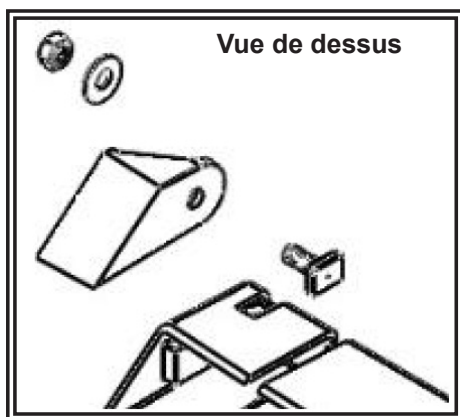

Figure 4
2. Installer le support de déflecteur comme indiqué à la figures 4 & 5. Serrer doucement l'écrou à la main.